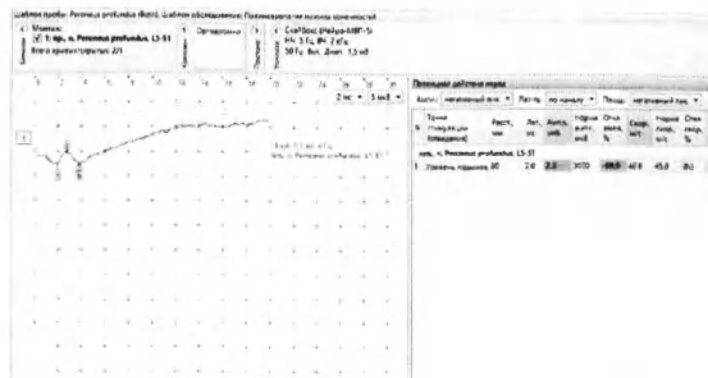

Рис. 111. Зарегистрированный ответ
10. Сохраните зарегистрированный ответ, нажав кнопку «ОК» (рис. 111).